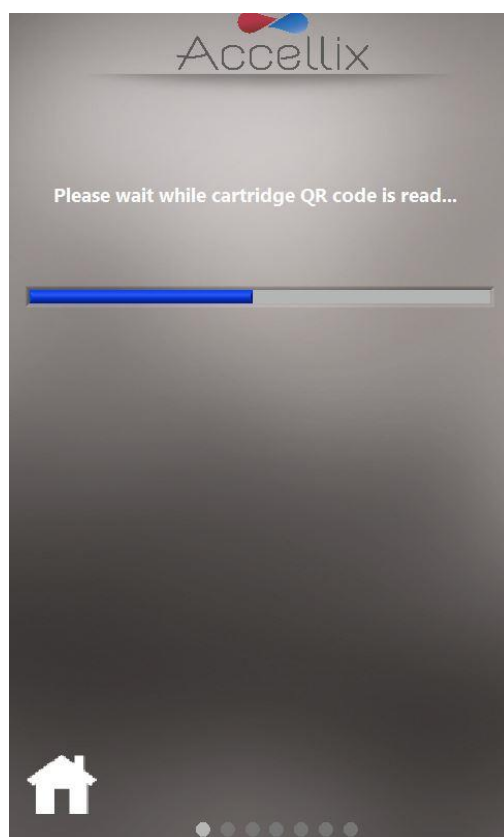

Abbildung 28: Bildschirm „Reading Cartridge QR Code“ (Kartuschen-QR-Code lesen)
6. Der Bildschirm weist den Bediener an, zu warten, während das Gerät die im QR-Code auf der Kartusche enthaltenen Informationen liest und registriert (Abbildung 28).